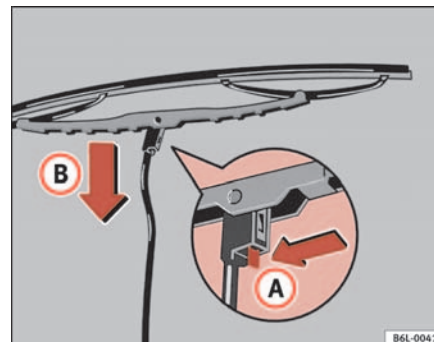

Fig. 124 Remplacement balai essuie-glace
- Repoussez le ressort d'arrêt dans le sens de la flèche **(A)** ⇒ fig. 124.
- Décliquez le balai d'essuie-glace dans le sens de la flèche **(B)** ⇒ fig. 124 et retirez-le du bras d'essuie-glace dans le sens opposé. ▶